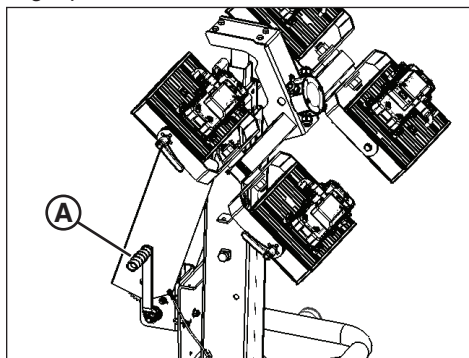

Figure 11
2. Tourner la manivelle de la tour (A, Figure 11) jusqu'à ce que la tour soit complètement relevée.
3. Tourner la manivelle de la tour (**A**, Figure 11) jusqu'à ce que la tour soit complètement abaissée.